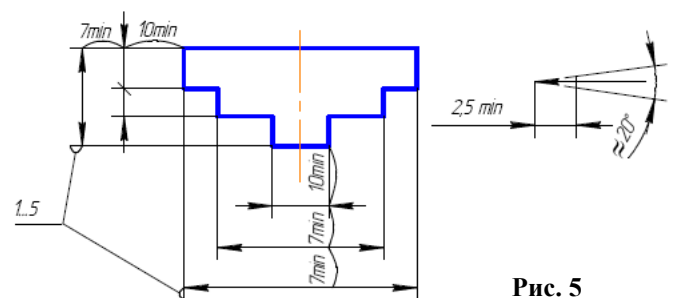

Рис. 5
5. Минимальные расстояния между параллельными размерными линиями – 7 мм, а между размерной и линией контура – 10 мм (рис. 5). Необходимо избегать пересечения размерных линий между собой и выносными линиями. Выносные линии должны выходить за концы стрелок или засечек на 1...5 мм.